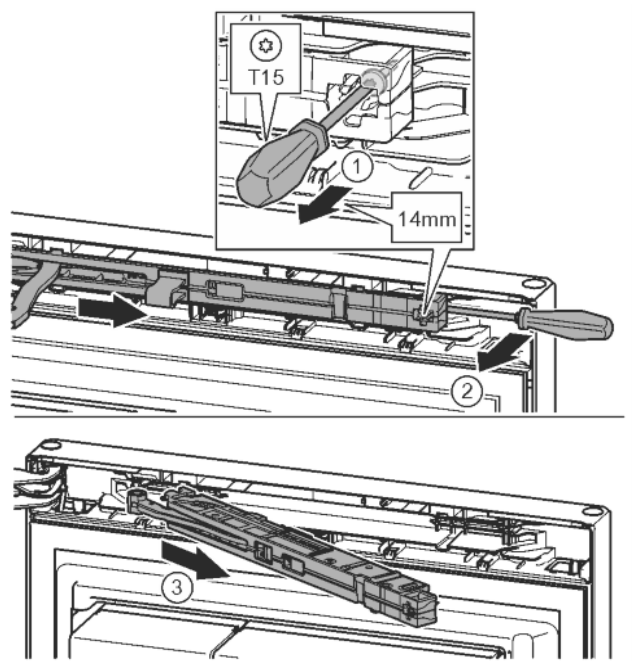

Fig. 11
- ▶ Odvijačem T15 otpustite vijak na jedinici prigušivača zatvaranja oko 14 mm. Fig. 11 (1)
- ▶ Umetnite odvijač na strani prijanjanja iza jedinice prigušivača zatvaranja i okrenite prema naprijed. Fig. 11 (2)
- ▶ Izvucite jedinicu prigušivača zatvaranja. Fig. 11 (3)